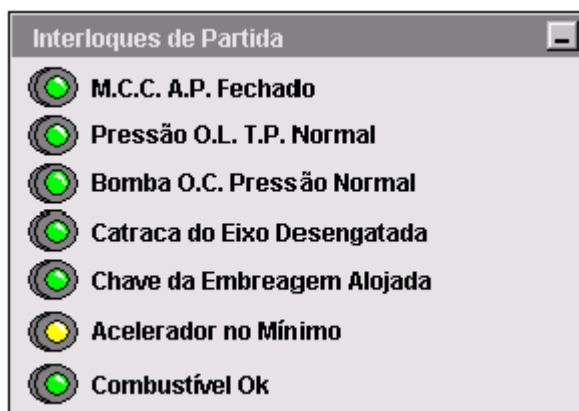

Figura 1.175. Interloques de partida
- **Interloques:** ao se clicar sobre este botão, abre-se a janela que possibilita a visualização dos interloques. Se algum deles não foi cumprido, a máquina pode partir desde que o interloque seja contornado. **Figura 1.175.**